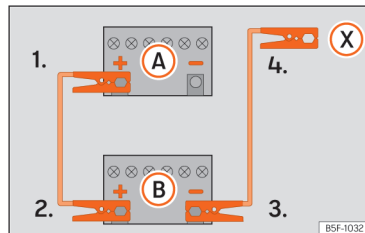

Fig. 155 Esquema de ligação para veículos sem sistema Start Stop.
2. Ligue uma extremidade do cabo *vermelho* de emergência ao polo positivo (+) do veículo com a bateria descarregada (A).
3. Ligue a outra extremidade do cabo auxiliar de arranque *vermelho* ao polo positivo (+) do veículo que fornece a corrente (B).
4. Veículos sem sistema Start-Stop: ligue uma extremidade do cabo preto de emergência ao polo negativo (-) do veículo que fornece a corrente (B) »» Fig. 155.